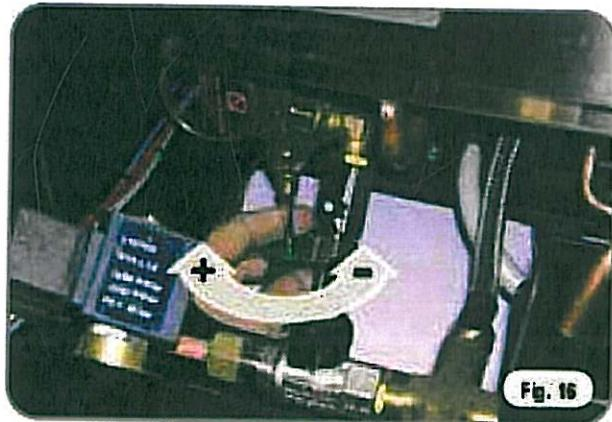

Fig. 16
- Fig.16에 그림과 같이 추출 펌프로 압력을 조절합니다.